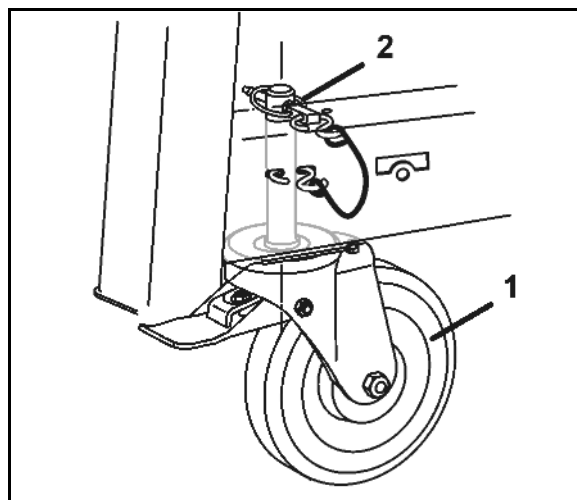

Fig. 43
2. Montar la resbaladera de salida (Fig. 43/1) con los tornillos de sujeción (Fig. 43/2).